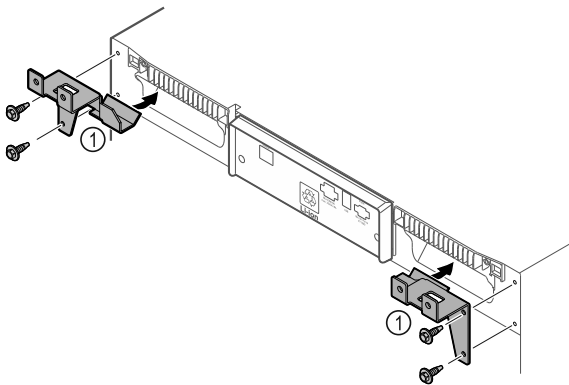

Fig. 9
- ▶ Fixer les pièces de retenue Fig. 9 (1) à l'appareil à l'aide des vis fournies.